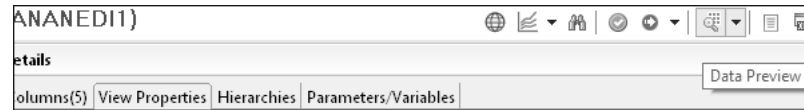

Abbildung 3.35 Data Preview (Datenvorschau)
- Sie können die Datenvorschau nutzen. Klicken Sie dazu auf das Lupensymbol in der Hauptfunktionsleiste, und wählen Sie **Data Preview** (siehe Abbildung 3.35).